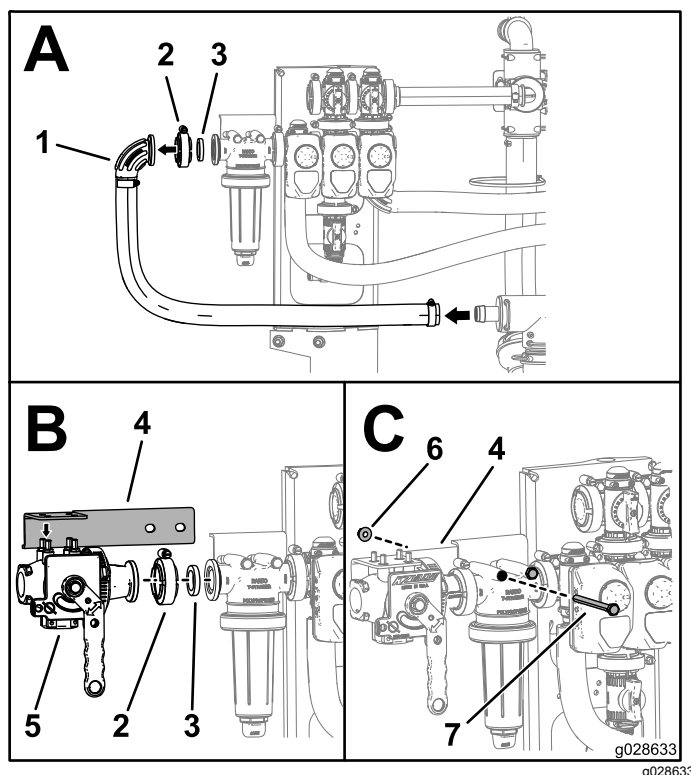

Рисунок 21
1. Снимите колено, фланцевый хомут, прокладку, колено и впускной шланг с головки фильтра линии нагнетания (вид А на Рисунок 21).
2. Установите кронштейн клапана на верх клапана эдуктора, как показано на виде В на Рисунок 21.
3. Установите клапан эдуктора, используя прокладку и фланцевый хомут, снятые при выполнении действий, описанных в пункте 1; см. вид В на Рисунок 21.
4. Прикрепите кронштейн к клапану стрелы в сборе с помощью болтов и гаек, установленных в данный момент на фильтре линии нагнетания; см. вид С на Рисунок 21.